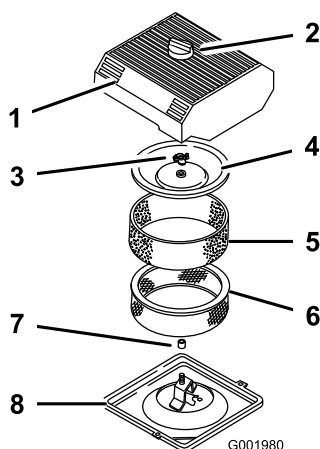

図 44
3. エアクリーナを外したときエンジン内部に異物が入らないよう、周辺をきれいに拭く(図 44)。
4. エア・クリーナのカバーのノブをゆるめてカバーを外す(図 44)。
5. ペーパー・エレメントからスポンジ・エレメントを注意深く取り外す(図 44)。
6. カバー・ナットを外し、カバーとペーパー・エレメントを外す(図 44)。
1. ペーパー・エレメントにスポンジ・エレメントを注意深く取り付ける(図 44)。
3. カバー・ナットを取り付けて指締めする(図 44)。
4. エア・クリーナのカバーとノブを元通りに取り付ける(図 44)。